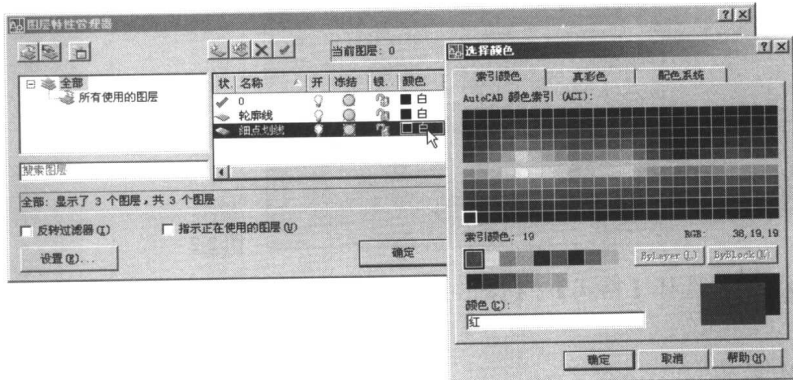

图 2-5
⑦ 创建“细点划线”图层。在【图层特性管理器】对话框中，单击【新建图层】按钮，在【名称】文本框中输入图层的名称“细点划线”，完成后按【Enter】键。
⑧ 设置“细点划线”图层的颜色。单击【颜色】栏中的【白】选项，弹出【选择颜色】对话框，从中选择【红】图标，如图 2-5 所示，完成后单击【选择颜色】对话框中的【确定】按钮。